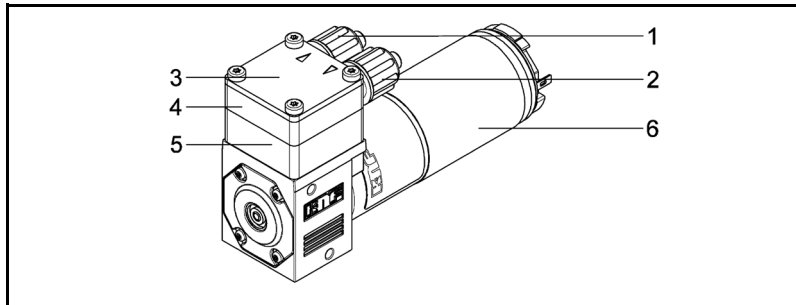

Fig. 1: Membran-Flüssigkeitspumpe
* Der Pumpenkopf besteht aus Zwischenplatte und Anschlussplatte (Fig. 1)